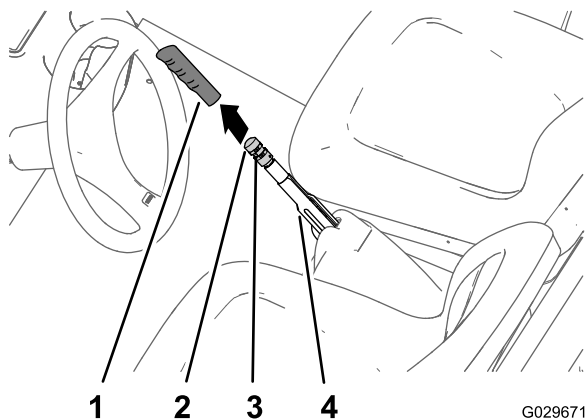

Рисунок 70
1. Снимите рукоятку с рычага стояночного тормоза (Рисунок 70).
2. Ослабьте установочный винт, который крепит ручку регулировки тормоза к рычагу стояночного тормоза (Рисунок 70).
стояночного тормоза, не достигнет 133-156 Н·м (Рисунок 70).
4. Затяните установочный винт и установите рукоятку на рычаг (Рисунок 70).
2. Ослабьте установочный винт (Рисунок 70), который крепит ручку регулировки тормоза к рычагу стояночного тормоза, выключите стояночный тормоз и ослабьте ручку регулировки тормоза.
5. Поворачивайте ручку регулировки тормоза (Рисунок 70) до тех пор, пока усилие, требуемое для активации рычага стояночного тормоза, не достигнет 133-156 Н·м.
- C. Поворачивайте ручку регулировки тормоза (Рисунок 70) до тех пор, пока усилие, требуемое для активации рычага стояночного тормоза, не достигнет 133-156 Н·м.
- Затяните установочный винт и установите рукоятку (Рисунок 70).